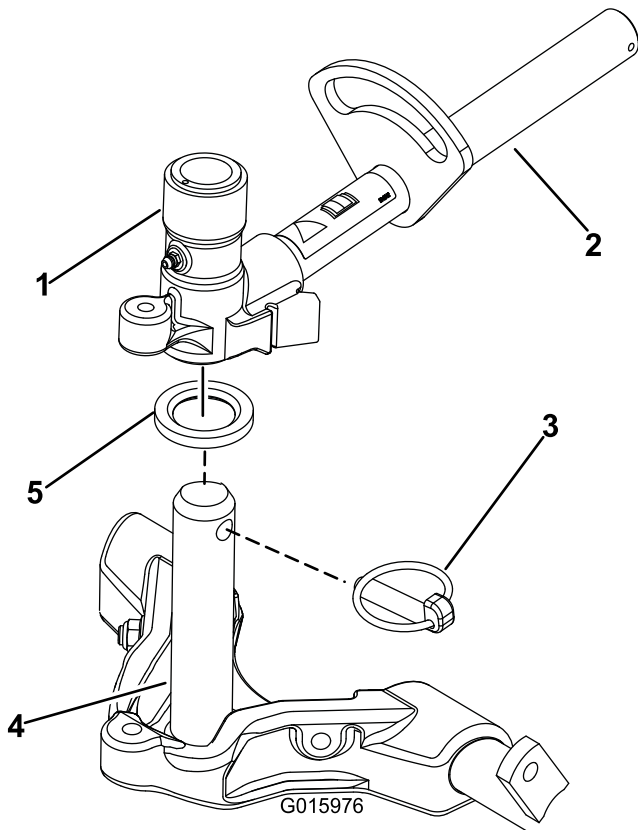

Bild 16
8. Schmieren Sie den Trägerrahmen mit sauberem Schmiermittel ein (Bild 16).
9. Vordere Schneideinheiten: Schieben Sie eine Schneideinheit unter den Hubarm und schieben Sie gleichzeitig den Trägerrahmenschaft in das Gelenkjoch des Hubarms (Bild 16). Stellen Sie sicher, dass die Druckscheibe auf der Trägerrahmenwelle ist.
10. Befestigen Sie die Trägerrahmenwelle mit dem Einraststift am Hubarmjoch (Bild 16).
- B. Setzen Sie das Hubarmjoch in den Trägerrahmenschaft ein (Bild 16).